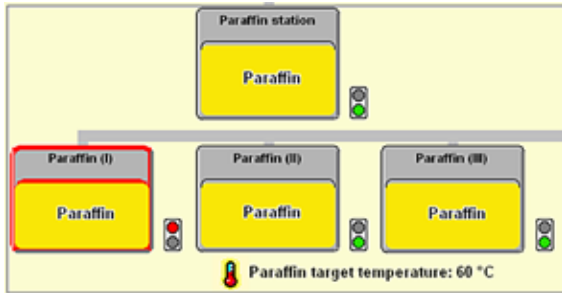

Fig. 42
- Dacă o baie de parafină a fost scoasă, acest lucru este indicat printr-o margine roșie (Fig. 42), iar semnalul luminos de lângă baie devine roșu. De asemenea, fiecare lumină de semnalizare devine roșie, dacă nu s-a atins temperatura configurată sau dacă timpul de topire nu s-a încheiat încă.